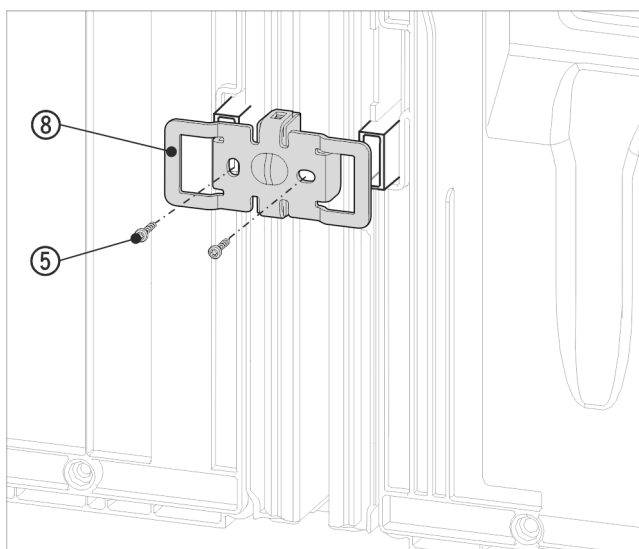

Fig. 19 Zobrazení příkladu
- Úhelník Fig. 19 (8) znovu zasuňte vybráním přes úchyt pro vymezo-vač odstupů od stěny.
- Přišroubujte pomocí 2 šroubů Fig. 19 (5).